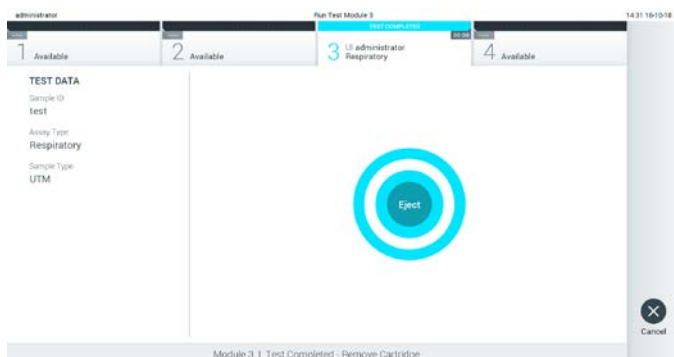

Рис. 29. Экран «Eject» (Извлечь).
10. По завершении цикла анализа отображается экран **Eject** (Извлечь) (рис. 29).